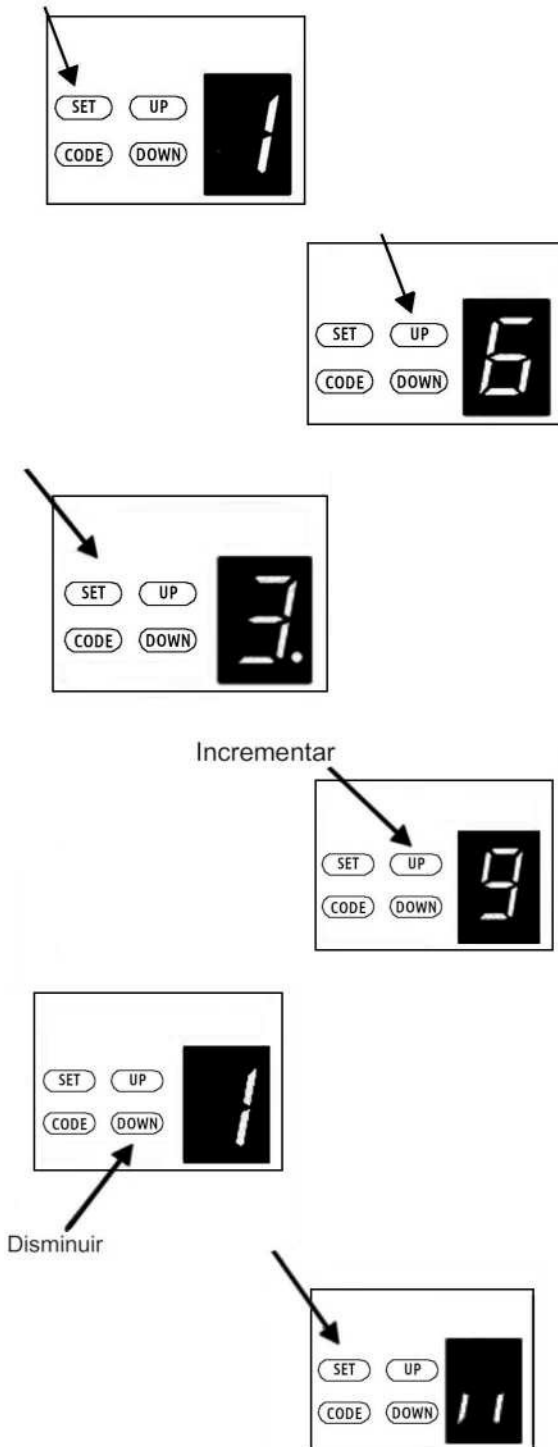

Fig.45
7.8.-Ajuste del Tiempo de Apagado de Luz. (Fig.45)